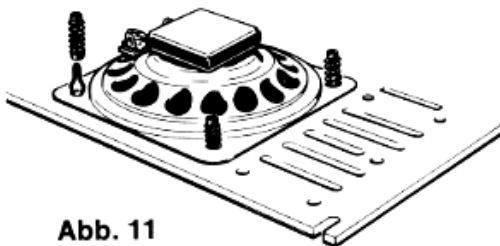

Abb. 11
4.1. **Lautsprecher (13)**
An der Frontkarte siehst du neben den Lautsprecherschlitzen vier Befestigungslöcher für den Lautsprecher. Stecke durch sie von außen vier Haarnadelfedern, setze von der Innenseite den Lautsprecher auf und befestige ihn, indem du vier Klemmfedern auf die Haarnadelfedern setzt (Abb. 11). Die zum Lautsprecher führenden Drähte werden an den Ösen befestigt. Schiebe dazu auf beide Ösen je eine Spiralfeder (22) und drücke sie zusammen. In die Löcher der Ösen steckst du je einen Draht, der nach dem Loslassen der Spiralfeder festgeklemmt ist. Bei Lautsprechern mit drei Ösen werden nur die beiden äußeren benutzt.